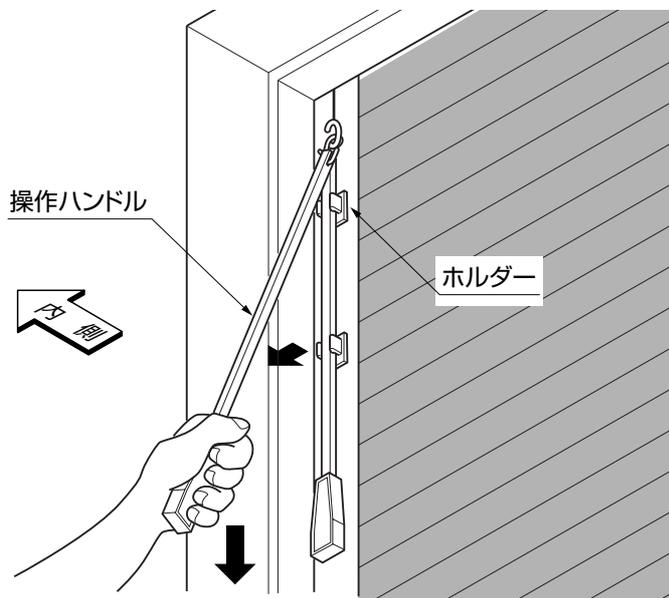

図9-1
- ①操作ハンドルをホルダーから外してください。(図9-1参照)
- ②操作ハンドルを下に引いてください。(図9-1参照)